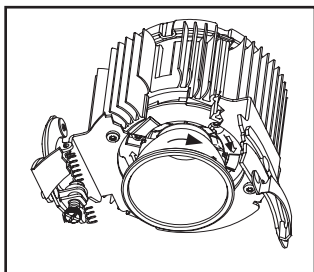

Figura 14. Girar
- Gire en el sentido de las agujas del reloj para enganchar (Figura 14.) y para bloquear (Figura 15.).